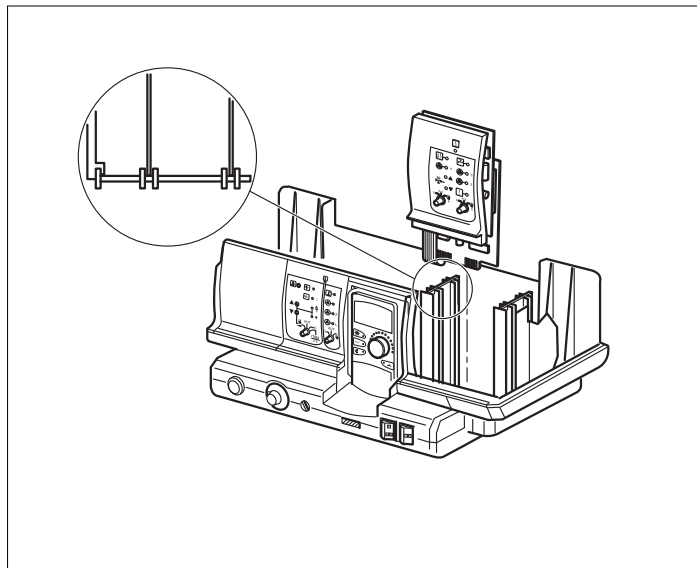

Рис. 15 Установка и демонтаж модуля
- Вставьте новый модуль до ощутимого защелкивания сверху в свободный разъем, нажимая на планку датчиков (→ Рис. 15).
- Вставьте новый модуль до ощутимого защелкивания сверху в свободный разъем, нажимая на планку датчиков (→ Рис. 15, поз. 26).